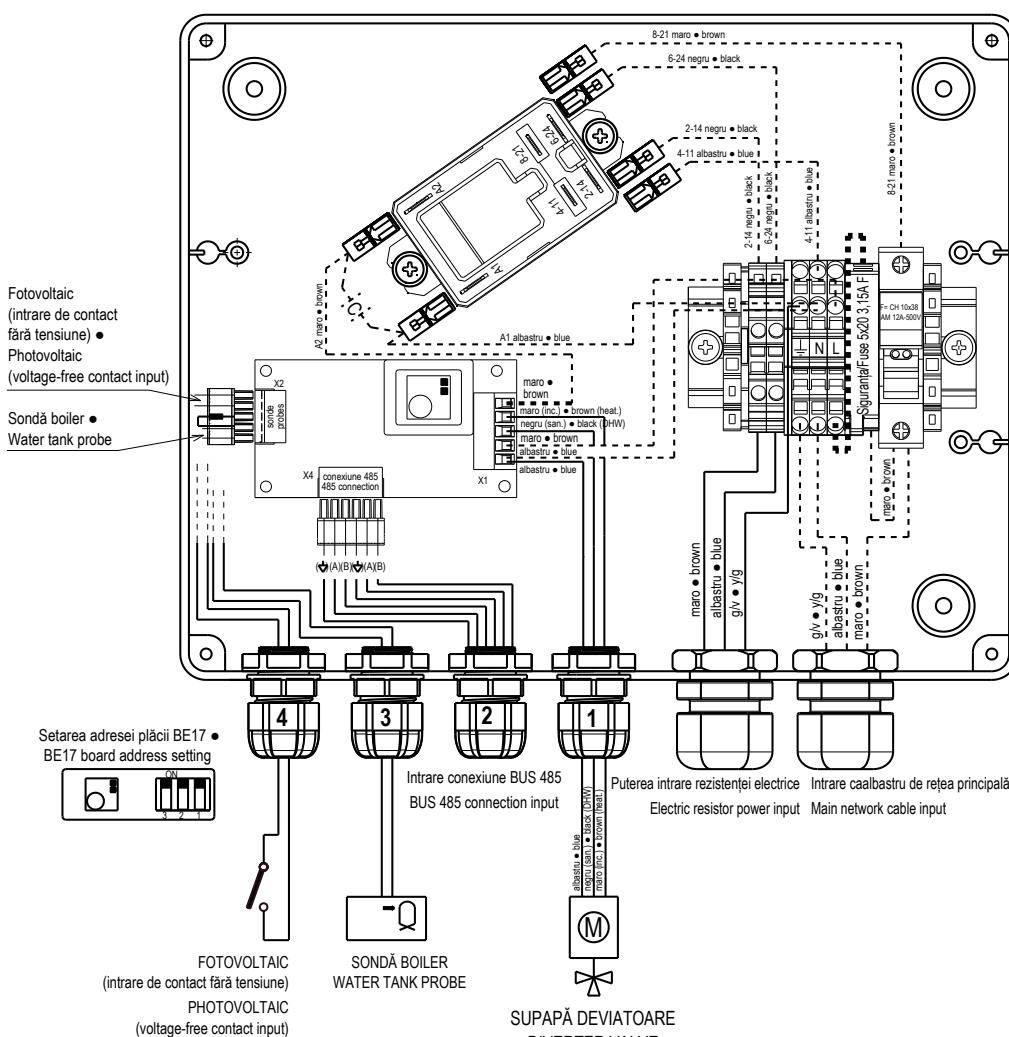

fig. 3
- ⚠ **Pentru conexiuni consultați schema electrică (fig. 3).**
- Conectați la conectorul 5-poli X1 cablajul conexiunii valvei deviatoare furnizate după ce a fost introdus în **garnitura de etanșare 1** (fig. 3)
- ⚠ **For connections, refer to the electrical diagram (fig. 3).**
- Connect the supplied diverter valve connection wiring to the 5-pole X1 connector after inserting it into **gland 1** (fig. 3)
- Conectați la conectorul cu 6-poli X4 al plăcii electronice BE17 cablurile MAGISTRALEI de comunicare de sistem (Lmax = 30m) conform schemei electrice după ce sunt introduse în **garnitura de etanșare 2** (fig. 3).
- Conectați la conectorul cu 5-poli X2 cablul sondei furnizate după ce a fost introdus în **garnitura de etanșare 3**, consultați schema electrică (fig. 3).
- Conectați cele 2 fire care provin de la sistemul fotovoltaic (contact uscat fără tensiune) la conectorul 5-poli X2 conform schemei electrice (fig. 3) după ce a fost introdus în **garnitura de etanșare 4**.
- Connect the system communication BUS cables (Lmax = 30m) to the 6-pole X4 connector of the BE17 electronic board as indicated in the electrical diagram after inserting them into **gland 2** (fig. 3).
- Connect to the 5-pole connector X2 the supplied probe cable after inserting it into the **gland 3**, refer to the electrical diagram (fig. 3).
- connect the 2 wires coming from the photovoltaic (voltage-free contact input) to the 5-pole connector X2 as reported in the electrical diagram (fig. 3) after inserting it into the **gland 4**.